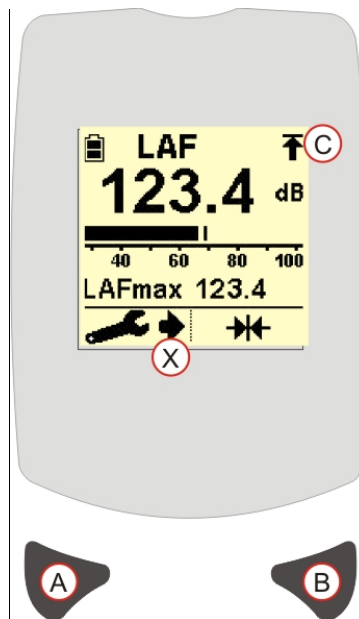

Рис. 7 Настройка прибора
1. Доступ к настройкам прибора осуществляется через Меню измерений (см. Рис. 7).
Особое внимание следует уделять диапазону измерений, при выборе которого необходимо учитывать уровень шума в среде измерений. Убедитесь в том, что уровень шума не превышает максимальные допустимые диапазоны. Появление Индикатора превышения диапазона () указывает на неправильно выбранный диапазон измерений (см. Рис. 7 [C]). Появление индикатора ‘--dB’ говорит о том, что уровень шума в среде измерений ниже значений заданного диапазона.